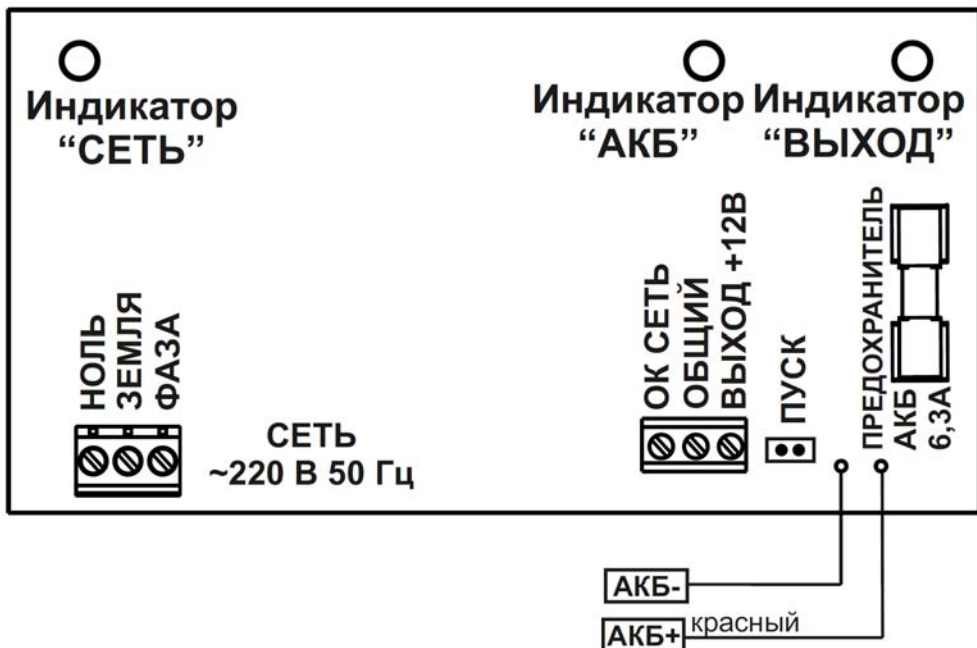

Рисунок 1 – общий вид платы источника
- возможность восстановления работоспособности источника при отсутствии напряжения питающей сети и подключении исправной и заряженной АКБ («холодный пуск») путем кратковременного замыкания контактов разъема «ПУСК» (см. рисунок 1).
**Источник представляет собой** стабилизированный источник питания, размещенный в корпусе с крышкой. При открытой крышке (см. рисунок 1) осуществляется доступ к клеммам для подключения АКБ и печатной плате с установленными на ней клеммными колодками, светодиодными индикаторами и предохранителем. В нижней части корпуса источника размещается АКБ.
Нагрузка подключается к клеммам «ВЫХОД +12В» и «ОБЩИЙ» (см. рисунок 1) Подключение нагрузки следует производить в соответствии с полярностью (см. рисунок 1).
Для полного выключения источника после отключения напряжения сети следует отсоединить клемму «АКБ+» (см. рисунок 1) от АКБ.
В отсутствии сетевого напряжения дальнейшая работа источника возможна только после замены разряженной АКБ на исправную, заряженную АКБ. Включение выходного напряжения источника при этом осуществляется путем кратковременного замыканием контактов разъема «ПУСК» (см. рисунок 1).
**Подключение источника производится при отключенном сетевом напряжении и открытой крышке (см. рисунок 1) в следующей последовательности:**
- Кратковременно замкнуть контакты разъема «ПУСК» (см. рисунок 1).